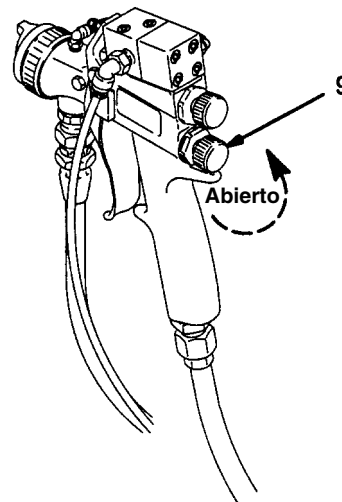

Fig. 7
- A. Comenzar en la posición completamente cerrada, girar la perilla de regulación de fluido (9) en el sentido antihorario 4 vueltas. Ver Fig. 7.